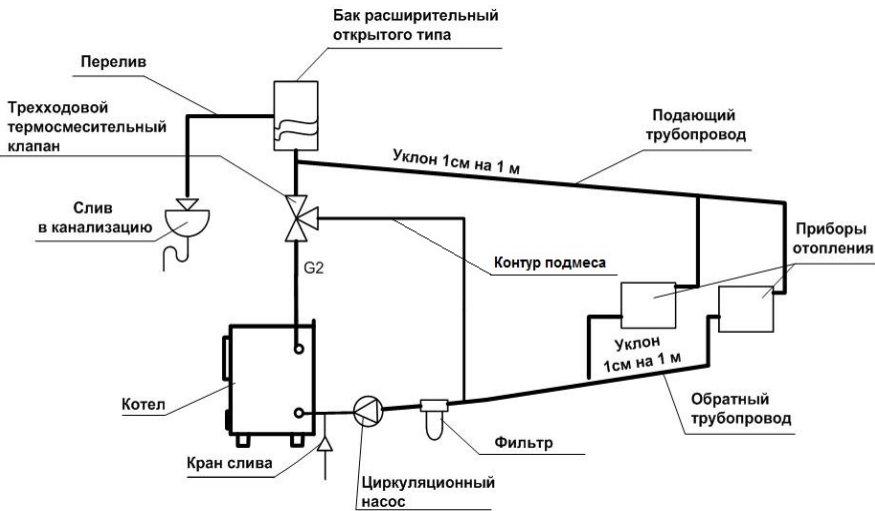

Рис.3 Схема открытой системы водяного отопления
5.9 Принципиальная схема подсоединения котла к отопительной системе приведена на Рис.3 и 4.
5.10 Расширительный бак открытого типа (Рис.3) устанавливается в наивысшей точке системы отопления. Он должен иметь постоянно открытое заливное отверстие в верхней части и переливную линию на верхней боковой поверхности, для слива излишней воды в канализацию.
5.13. Перед началом эксплуатации система заполняется водой из водопровода через кран слива воды (рис.3 и 4) снизу вверх, до начала перелива из расширительного бачка. Доливать воду в систему возможно через воронку.